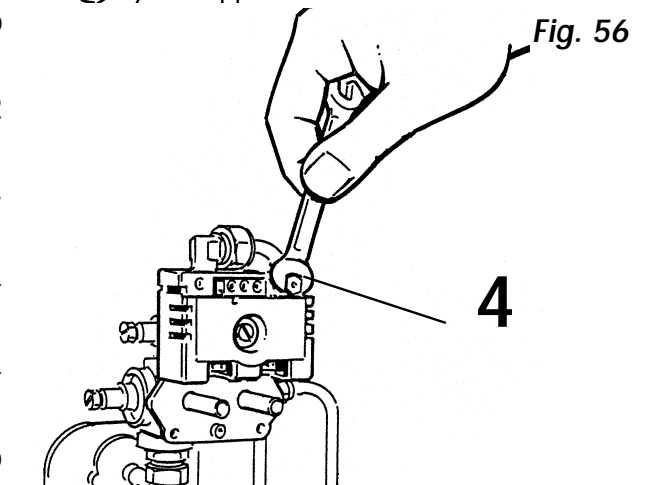

Fig. 56
- Agire sul dado 4 di plastica trasparente, svitandolo completamente (Fig. 56).